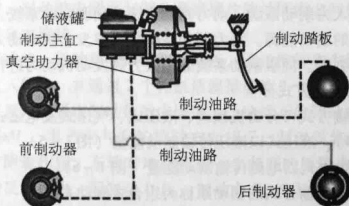

图 1-1 汽车制动系的组成
- (1) 供能装置。此装置包括供给、调节制动所需能量以及改善传能介质状态的各种部件,如人的肌肉、气压制动系中的空气压缩机等。
- (2) 控制装置。此装置包括产生制动动作和控制制动效果的各种部件,如图1-1中的制动踏板等。
(3) 传动装置。此装置将驾驶员或其他动力源的作用力传到制动器,同时控制制动器的工作,从而获得所需的制动力矩。它包括将制动能量传输到制动器的各个部件,如图1-1中的制动主缸、制动轮缸、制动油管及真空助力器等。
(4) 制动器。制动器是产生阻碍车辆的运动或运动趋势的力的部件,如图1-1中的前、后制动器。